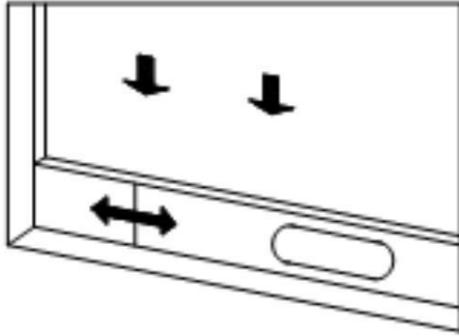
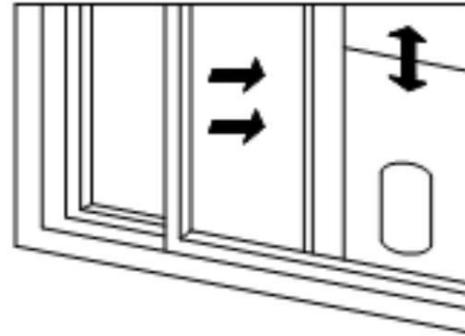

Bild 2
Bild 3
- 2.1. Öffnen Sie das Fenster zur Hälfte und installieren Sie die Fenster Dichtungsplatte am Fenster (wie in Abbildung 2 und Abbildung 3 dargestellt). Komponenten können in horizontaler und vertikaler Richtung platziert werden.